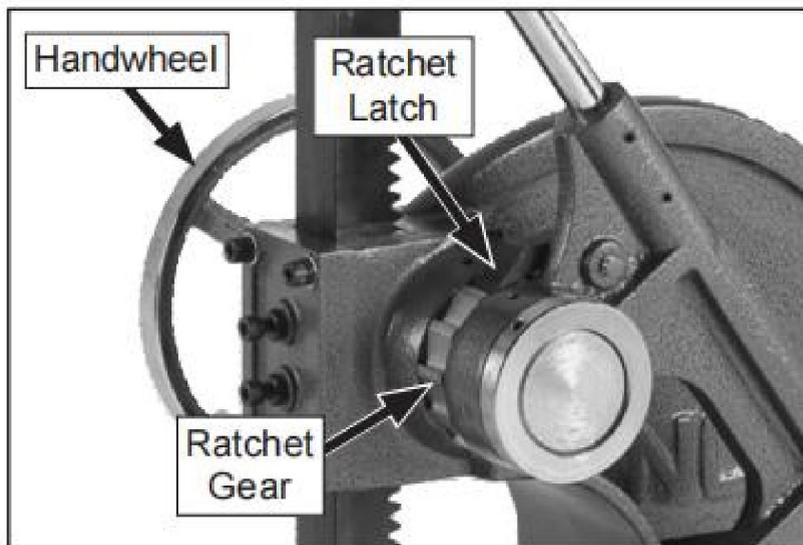

Figure 9. Ratchet latch components.
1. För att sänka kolven, koppla in spärren för att spärra med spärrhjulet, som visas i Bild 9.